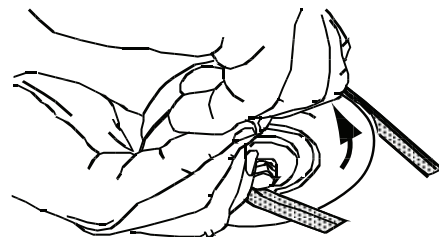

Figura 4-11
9. Tire del lado derecho de la correa y coloque el lado V angosto de la correa en la polea de la PTO. Vea la Figura 4-11.